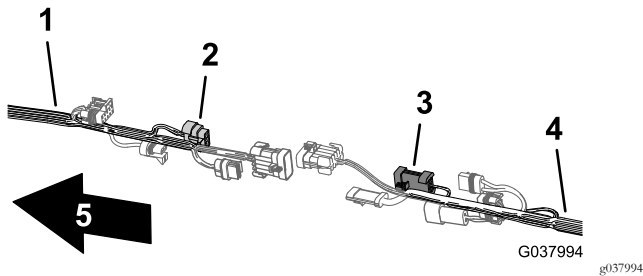

Figura 108
4. Ligue o conector de 8 pinos da cablagem dianteira para a interligação da cablagem do pulverizador no conector de 8 tomadas da cablagem traseira para o interruptor da aplicação (Figura 108).